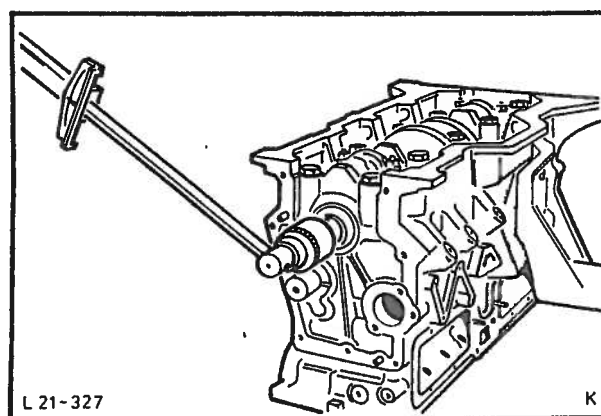

Fig. 66 Kontroll av friksjonsmoment med momentnøkkel.
38. Mål friksjonsmomentet på stemples og veivaksel med en momentnøkkel for å dreie veivakselen. Friksjonsmomentet må ikke overskride 60 Nm (6 kgf. m) (43 lbf. ft), fig. 66.